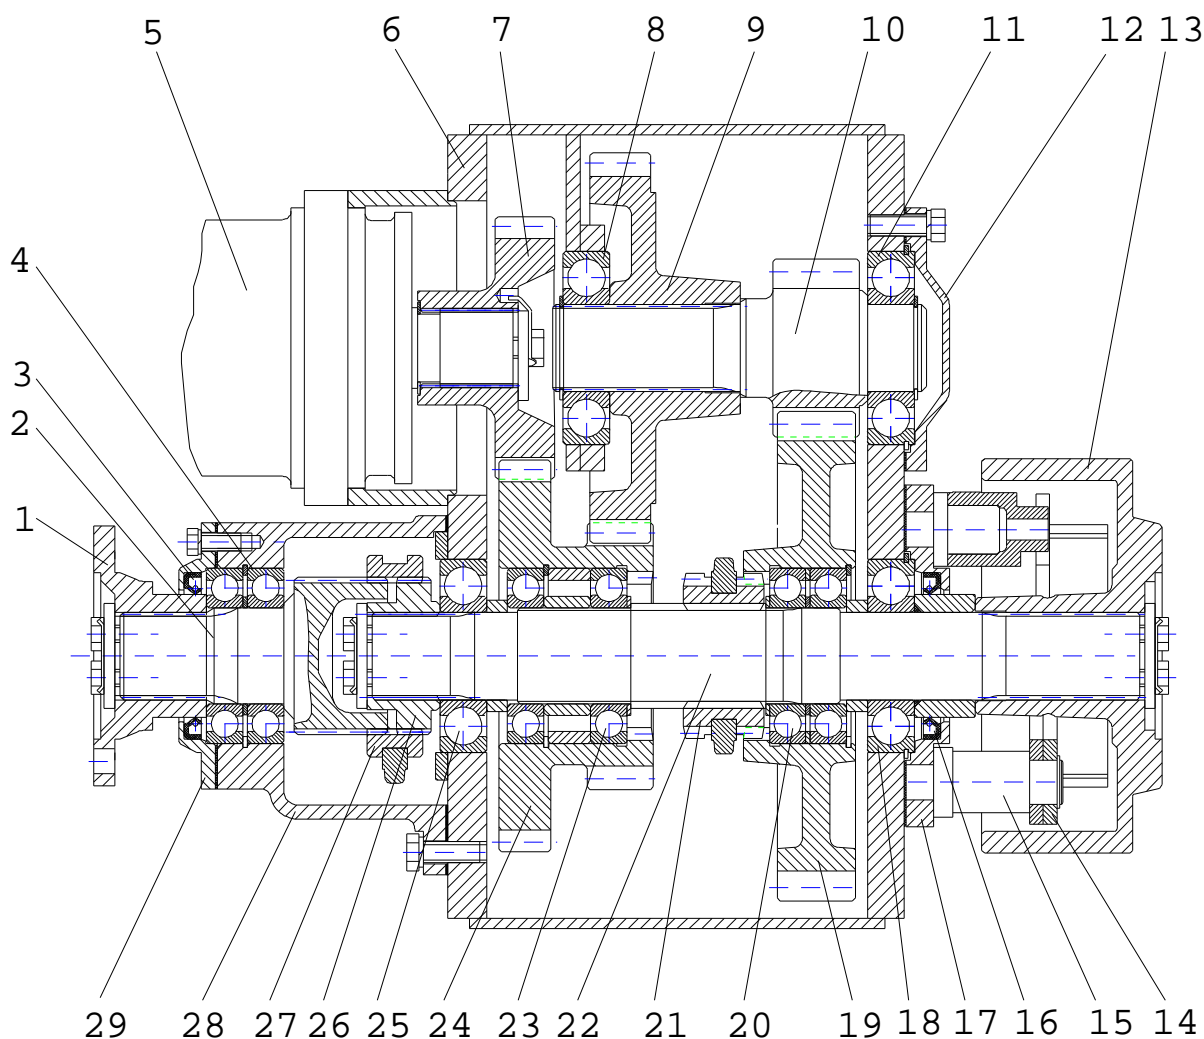
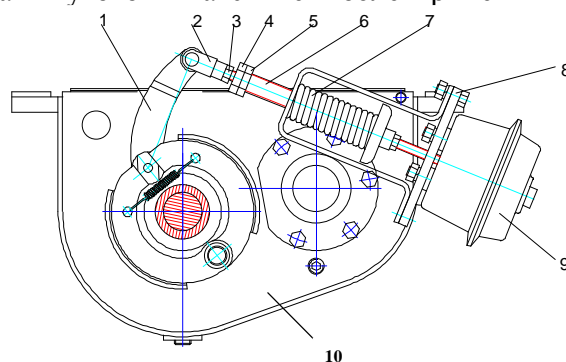

Рис. 19 Коробка перемены передач
Рис. 20 Стояночный тормоз
1.2. КОРОБКА ПЕРЕМЕНИ ПЕРЕДАЧ (РИС. 19)
Шестерня 7 (рис. 19), закрепленная на выходном валу гидромотора 5, передает крутящий момент шестерни 21. Шестерня 24, установленная на подшипниках 23 на валу 22 вторым наружным зубчатым венцом, находится в постоянном зацеплении с шестерней 9, закрепленной на валу-шестерне 10. Вал-шестерня 10 находится в зацеплении с шестерней 19, установленной на подшипниках 20 на валу 22.
Стояночный тормоз крепится к корпусу 10 (рис. 20) на кронштейне 8. При отсутствии давления в пневмокамере 9 пружина 7 прижимает колодки рычагом 1 к тормозному шкиву 13 (рис. 19) – тормоз включен. На рис. 20 тормозной шкив не показан. Давление воздуха, подаваемого в пневмокамеру 9 (рис. 20), выдвигает шток 6, который поворачивает рычаг 1, в результате чего колодки отходят от тормозной поверхности шкива, и тормоз выключается.